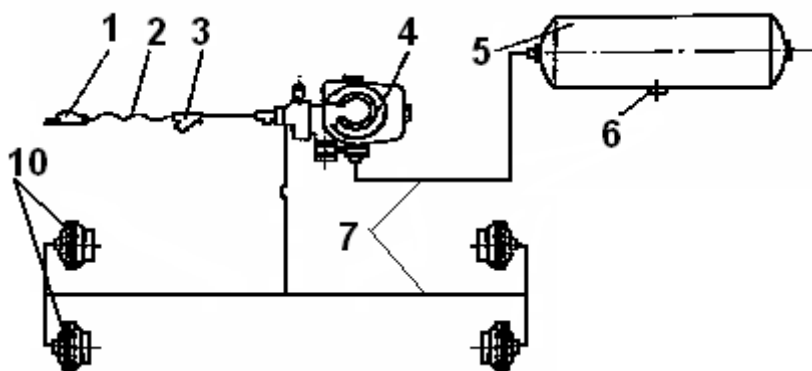

Рис. 9. Схема соединений пневматическая:
4.7.Схема соединений пневматическая (рис.9). Прицеп оборудован пневматическим приводом колесных тормозов по однопроводной системе. Пневматический привод тормозов дает возможность автоматически, одновременно с трактором, приводить в действие колесные тормоза прицепа, кроме того обеспечивает аварийное торможение прицепа при отрыве от трактора.